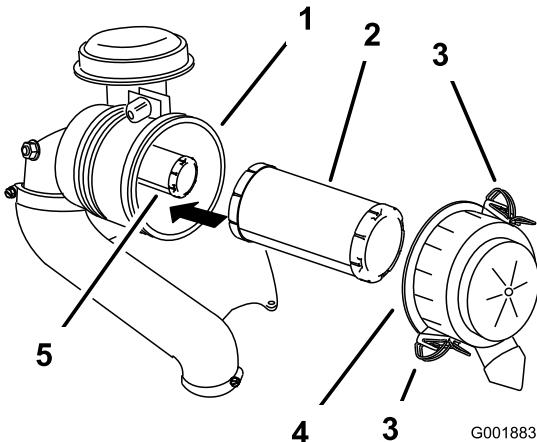

Figure 36
- Ouvrez les dispositifs de verrouillage du filtre à air et détachez le couvercle du boîtier du filtre (Figure 36).
- Sortez le préfiltre du boîtier du filtre avec précaution (Figure 36).
- Si vous remplacez l'élément intérieur, insérez-le avec précaution dans le boîtier du filtre (Figure 36).
- Placez ensuite le préfiltre sur l'élément de sécurité avec le même soin (Figure 36).
- Remettez en place et verrouillez le couvercle du filtre à air (Figure 36).